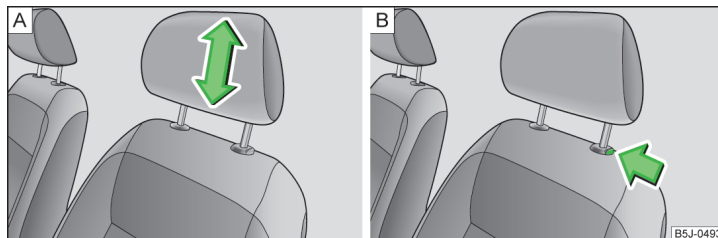

Abb. 60 Kopfstütze: Einstellen / Ausbauen
- › Die Kopfstütze seitlich mit beiden Händen anfassen und diese je nach Wunsch nach oben schieben » Abb. 60 - [A].
- › Möchte man die Kopfstütze nach unten verschieben, dann die Sicherungstaste » Abb. 60 - [B] mit einer Hand drücken und gedrückt halten, und mit der anderen Hand die Kopfstütze nach unten drücken.
- › Die Sicherungstaste in Pfeilrichtung drücken » Abb. 60 - [B] und die Kopfstütze herausziehen.